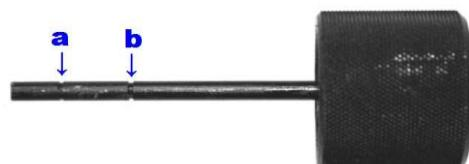

Fig.7
- Lorsque le niveau d'huile est compris entre les deux repères (Fig.7), le réservoir contient suffisamment d'huile.
- Lorsque le niveau d'huile se situe en-dessous du repère [a] (Fig.7), il faut rajouter de l'huile à l'aide d'un entonnoir propre.
- retirez la jauge et vérifiez que le niveau d'huile est situé entre deux repères (Fig.7 [a] et [b]).